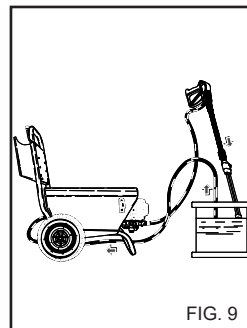

FIG. 9
- 1) Après l'emploi avec du détergent, rincer le circuit d'aspiration; enfler le tuyau d'aspiration (fig. 9) du détergent dans un bidon d'eau propre et faire fonctionner la pompe pendant 1 minute avec le robinet de dosage complètement ouvert et la lance en phase de sortie du détergent.
4) Après l'emploi avec du détergent, rincer le circuit d'aspiration; enfilez le tuyau d'aspiration (fig. 9) du détergent dans un bidon d'eau propre et faire fonctionner la pompe pendant 1 minute avec la lance en phase de sortie du détergent.